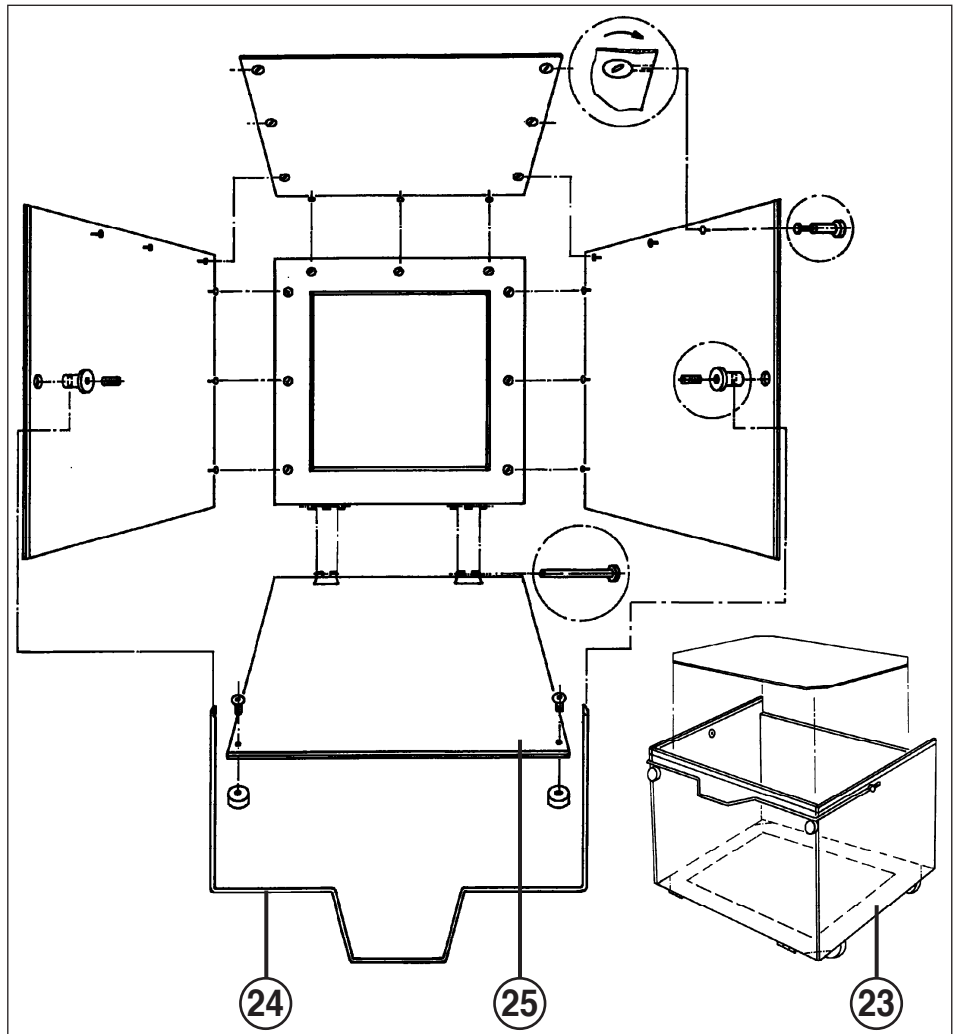

Fig. 4
- 23 = Recipiente de recogida (fig. 4)
- 24 = Estribo para recipiente de recogida (fig. 4)
- 25 = Pared delantera del recipiente (fig. 4)
MONTAJE DEL RECIPIENTE DE RECOGIDA (23) (fig. 4)